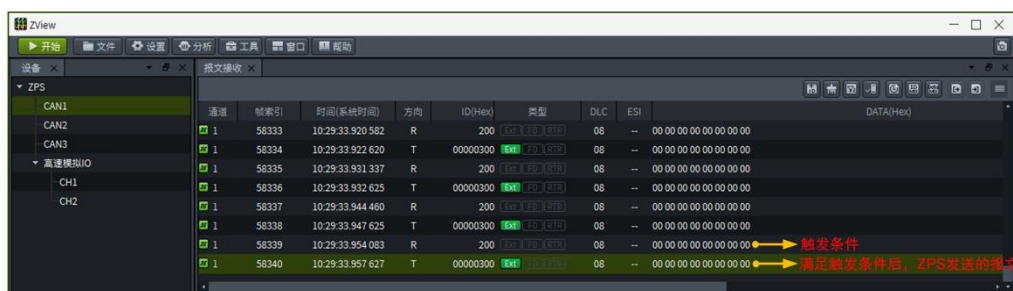

图 6.28 实现结果
- (3) 设置好以上条件后，开启软件左上角的“开始”按钮，进行报文的接收，即可在报文接收窗口看到对应的数据。以步骤 1/2 图中设置的参数为例，其实现结果如图 6.28 所示：